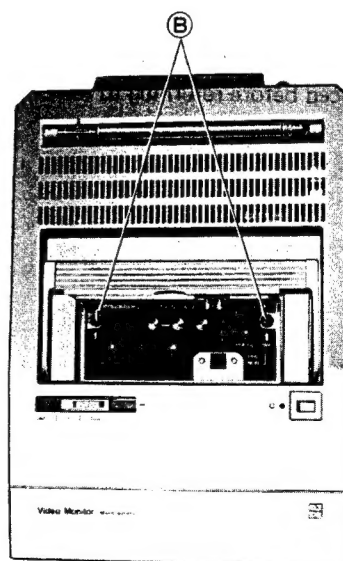

Fig. 2
1. Remove 2 screws (B) as shown in fig. 2.
1. 2 Schrauben (B) entfernen, wie in Abb. 2.